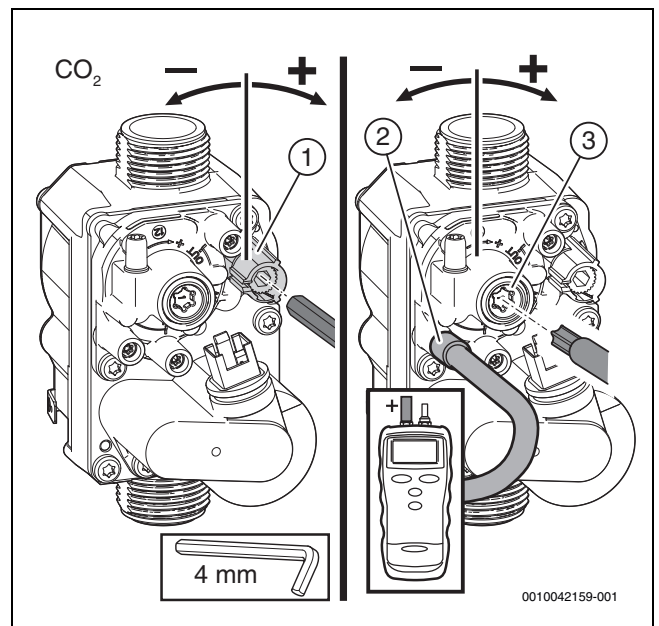

Bild 52 Einstellen der Gasarmatur
- ▶ CO₂- oder O₂-Gehalt für die maximale Nennwärmeleistung gemäß Tabelle 81 prüfen und ggf. nachstellen (→ Seite 41, Bild 52).